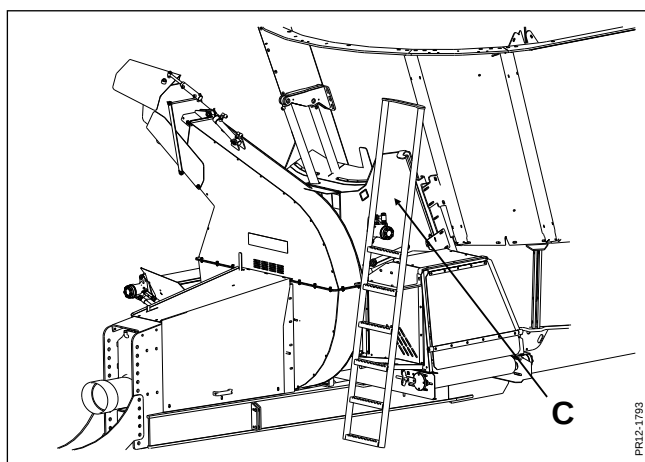
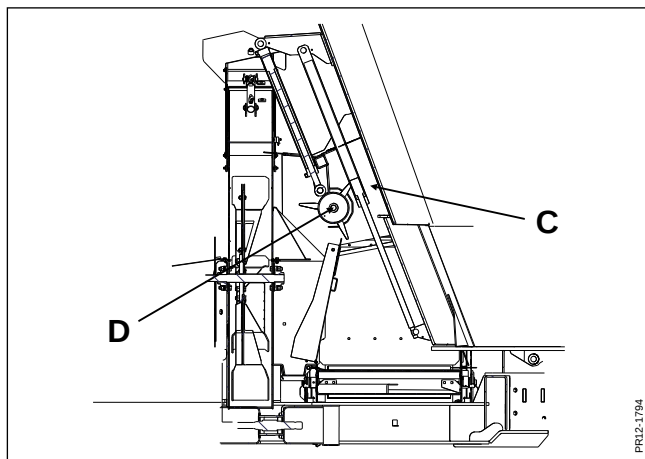

Fig. 2-2
Fig. 2-3
Fig. 2-2 Denne kombination kan lade sig gøre idet doseringsvalsen (enheden) (C) kan køre op og ned, hvorved der stilles om fra fodring til halmbløsning og omvendt.
Fig. 2-3 Viser det samme som Fig. 2-2, blot illustreret via et snit på langs af maskinen. Dette er indstillingen, når der skal udfodres. Doseringsvalsen (D) kan ikke rotere i denne indstilling.
1) Inden halmstrøningen påbegyndes skal doseringsenheden (se fig. 2.2 (C)) køres ned ved at trykke kontakt **(1)** mod venstre.
2) Inden udfodringen påbegyndes skal doseringsenheden (se fig. 2.2 **(C)**) køres op ved at trykke kontakt **(1)** mod højre.